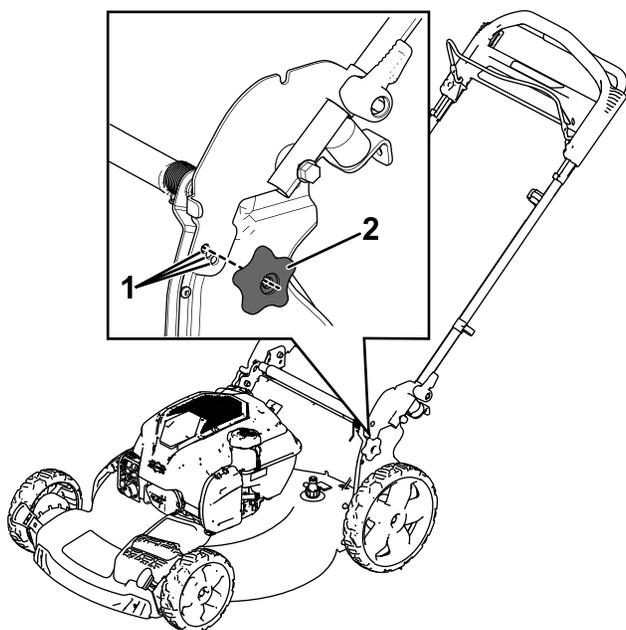

Рисунок 11
Рукоятку можно поднять или опустить в одно из трех положений, которое будет наиболее удобным для вас (Рисунок 11).
1. Отверните два болта рукоятки и ручки (Рисунок 11).